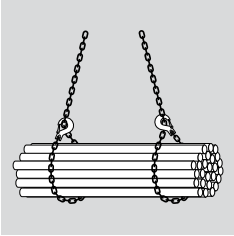

Fig. 5.1.4 : élingage bagué simple dans des sens opposés
- si la charge ne peut en aucun cas rouler dès le premier levage, élinguer dans les sens opposés (voir fig. 5.1.4 et 5.1.5)